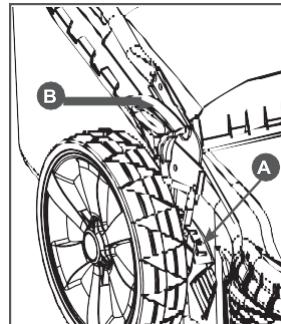

Рис. 13 Регулировка высоты кошения
Для изменения высоты кошения, измените положение рычага регулятора (B) следующим образом (Рис. 13).